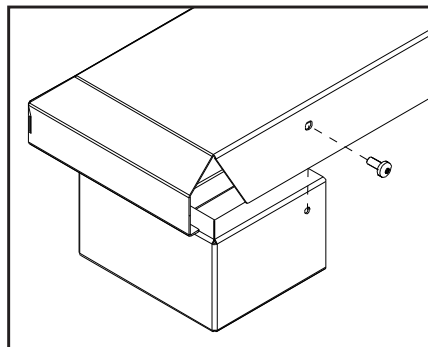

Figure 39b: Installation l'étagère de base sur un élévateur.
3. Si vous installez avec des élévateur(s), l'étagère de base doit être fixé à(aux) élévateur(s) avec une vis à T-20 chaque extrémité de l'arrière (voyez Figure 39b).